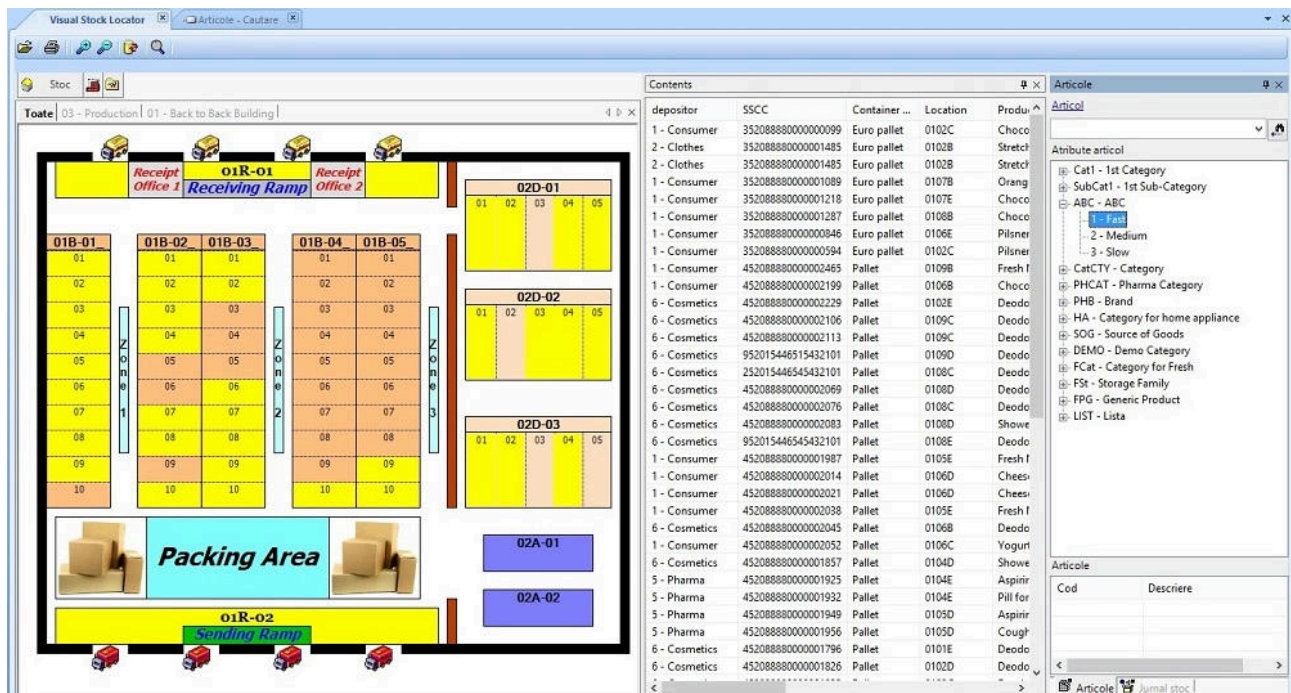

Figura 1: Schermata di un software WMS tradizionale (fonte: seniorsoftware.ro)
- interfaccia di gestione complessa (Figura 1), inadatta all'uso tramite touchscreen;